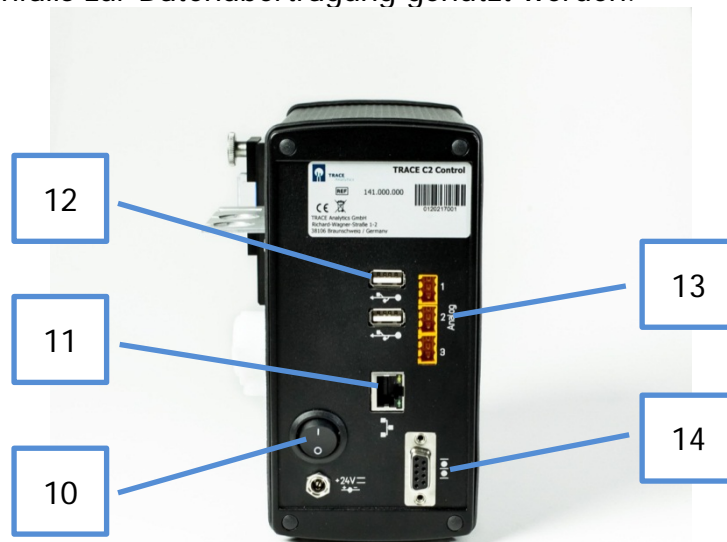

Abbildung 8: Rückseitige Ansicht des TRACE C2 Control
Die rückseitige Ansicht des TRACE C2 Control ist in Abbildung 8 dargestellt. Durch das Betätigen des Netzschalters (10) kann das Gerät ein- bzw. ausgeschaltet werden. Das elektrochemische Signal des Biosensors wird mit Hilfe der Kalibrierdaten intern zu einem Konzentrationswert umgerechnet. Die Ausgabe des Messwertes erfolgt nach Abschluss der Analyse über einen an den Ethernet-Anschluss (11) angeschlossenen PC. Es besteht die Möglichkeit, die Signale über die analogen Signalausgänge (13) ausgeben zu lassen. Folgende Bereiche sind möglich: 0..10 V, 0..20 mA, 4..20 mA. Die USB-Schnittstelle (12) sowie die serielle Schnittstelle RS232 (14) können ebenfalls zur Datenübertragung genutzt werden.